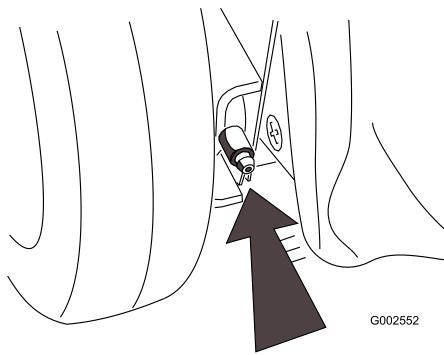

Figure 21
- Essuyez les graisseurs à l'aide d'un chiffon propre (Figure 21).